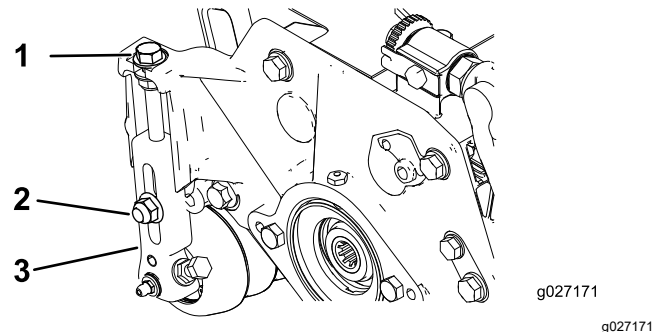

Figura 15
1. Afloje las contratuercas que sujetan los soportes de ajuste de la altura de corte a las placas laterales de la unidad de corte (Figura 15).